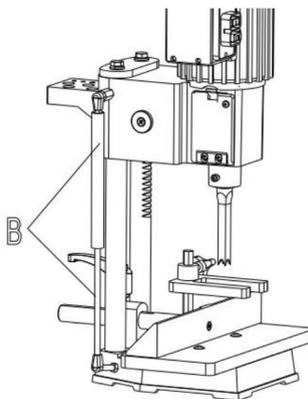

Figura 5
4. La figura 5 illustra la molla a gas (B) assemblata alla macchina. La molla a gas